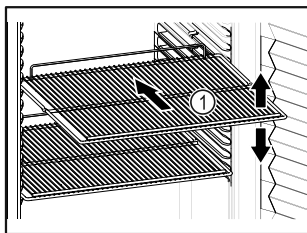

Fig. 61 Représentation à titre d'exemple
- ❑ Si les surfaces de rangement Fig. 61 (1) sont mobiles, les régler en hauteur.